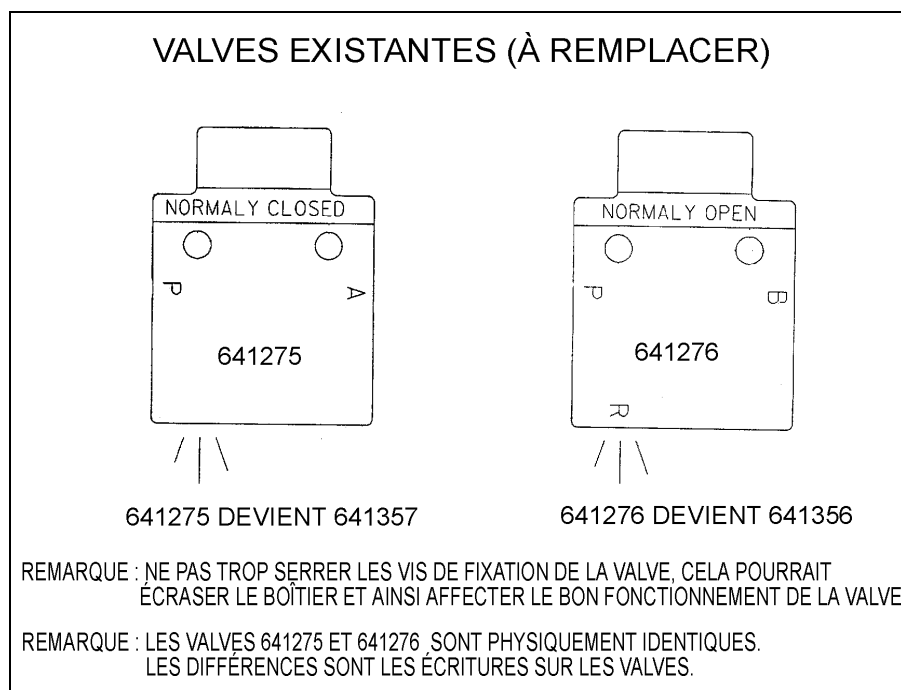

FIGURE 1: ANCIENNES VALVES
5. Remplacer les anciennes valves par les nouvelles (voir figure 1, pour aider à l'identification des anciennes valves).
4. Déconnecter les connecteurs de l'indicateur de vitesse (Fig. 1).
6. Déconnecter les connecteurs du tachymètre (Fig. 1).